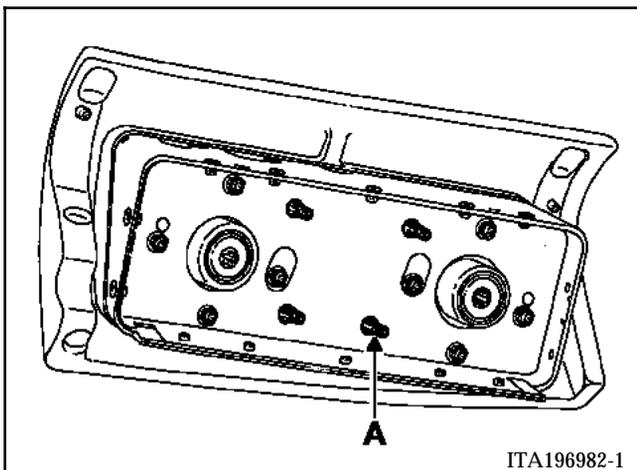

Abb. 1
- . Die Befestigungsmutter (A) lösen (Abb. 1) und entsorgen.
- . Die Rundschelle, Ø 6, des Massekabels (Abb. 1), (A), ansetzen.